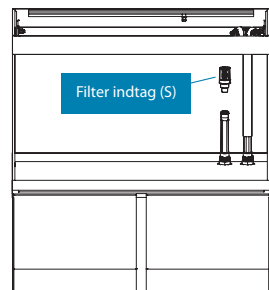
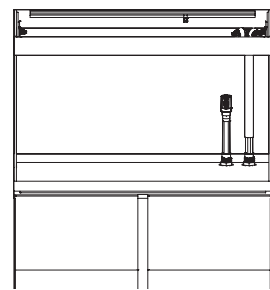
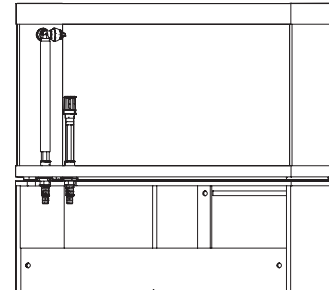

Fig. 5
Fig. 6
Fig. 7
4. Placér indgangsfilteret (S) på tilslutningsrøret (A) (fig. 5). Det endelige resultatet efter samlingen vises på fig. 6 og fig. 7.
**!** **VIGTIGT!:** Tving aldrig tilslutningsrørene (A) til siden, da dette kan beskadige systemerne for indgang og udgang og selve akvariet. I tilfælde af at der anvendes et andet filteringsystem, som ikke kræver de systemer for indslug og udslug, der leveres med denne enhed (f.eks. et indvendigt filter), skal de oprindelige forhold genoprettes ved at fjerne de 2 tilslutningsrør (A) og lukke åbningerne (O) og (I) med propperne (P) og (Q). Prop (Q) sikrer en vandtæt forsegling og skal sættes i dens sæde ved at trykke den på plads. Prop (P) er designet til at beskytte prop (Q) og sikre, at prop (Q) forbliver korrekt på sin plads. Skru proppen (P) på i hånden, indtil den ikke kan skrues mere i uden at der bruges tvang. **BRUG IKKE VÆRKTØJ, DA DET KAN BESKADIGE ENHEDEN.**